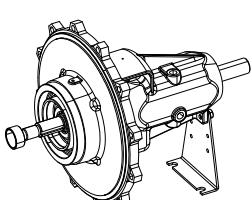

Fig. 35: Unité d'insert
- Voir fig 35 : Pousser la bague entretoise sur l'arbre.